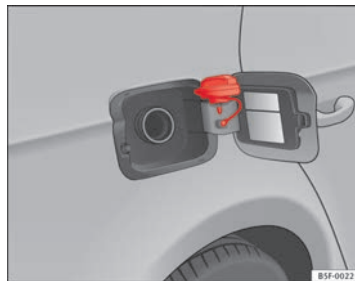

Fig. 111 Trappe à carburant avec bouchon fermé
- Placez le bouchon dans le logement se trouvant sur la charnière de la trappe à carburant ouverte ⇒ **fig. 111**.